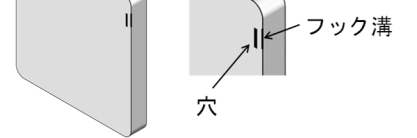

図3.4.7
- 本体背面のフック溝の位置を目安にして、取付金具のフックに本体の4つの穴を合わせて引っ掛けます。(図3.4.7) 本体の4つの穴に、4つのフックが引っ掛かっていることを確認してください。正しく引っ掛かっていない場合、取付金具と本体を正しく固定できません。